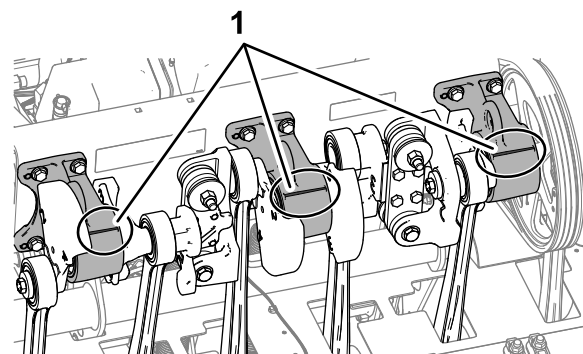

**Figura 183**
2. Slăbiți uruburile și contrapiuliile cu guler care fixează protecția laterală pe cadrul capului de carotaj (Figura 183).